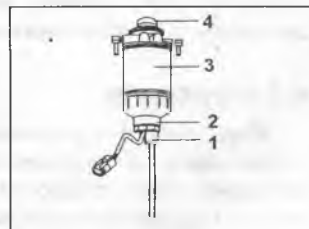

Рис. 147 1. Сливной кран. 2. Датчик количества воды. 3. Корпус фильтра. 4. Топливо-подкачивающий насос.
Топливный фильтр предназначен для очистки топлива от посторонних частиц и влаги. В корпусе топливного фильтра (Рис.147) установлен так же насос ручной подкачки топлива (4), с помощью которого можно прокачать систему для ее заполнения топливом при неработающем двигателе или для удаления воздуха из системы, и